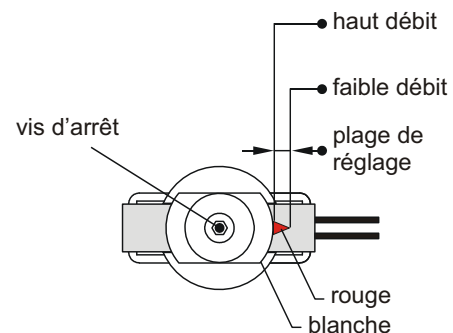
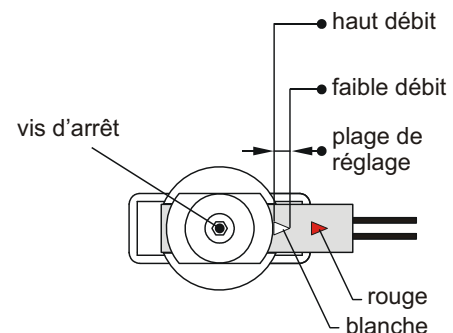

Fig. 18
Fig. 19
- ↪ Puis dévisser la vis d'arrêt (à six pans creux SW2,5 pour les modèles en laiton ou en acier spécial, et / ou cruciforme pour les modèles en plastique) et déplacer l'unité de commutation jusqu'à ce que la flèche rouge soit visible à l'entrée du guidage de l'unité de commutation si un contact de travail est désiré (Fig. 18) et la flèche blanche si un contact de repos est désiré (Fig. 19).